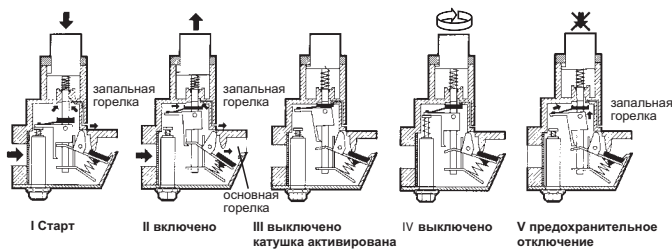

Рис. 5. Принцип действия регулирующего клапана/зажигание
- После испытания на герметичность трубопровода управления и подводящей трубки и повторного испытания на свободный проход газа необходимо открыть запорный кран (6).
- Проверить давление за регулирующим клапаном (4).
- Установить ручку управления термостата (2) на желаемую температуру в помещении.
- Перемещением ручки регулирующего клапана (4) - см. рис. 5 - привести в действие пьезовоспламенитель столько раз, чтобы появилось пламя и горелка прогорела около 30 с.
- Повернуть ручку регулирующего клапана (4) - см. рис. 5 - на 15-20 градусов по часовой стрелке.